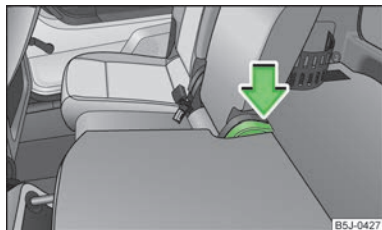

Fig. 43
- Apăsați maneta » fig. 43 și rabatați spătarul scaunului spre înapoi. Asigurați-vă, prin tragere, că spătarul scaunului este fixat.